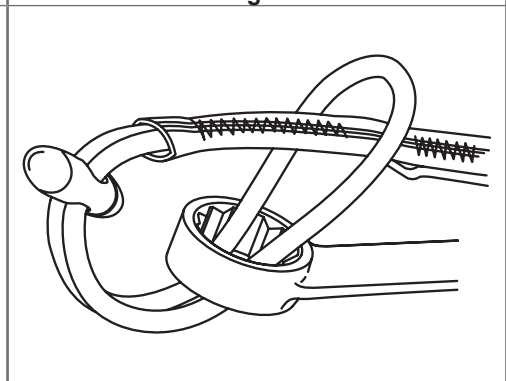

Fig. 4
2. Guider l'extrémité opposée de la longe incluant le mousqueton à travers la boucle de la longe. (Figure 4)